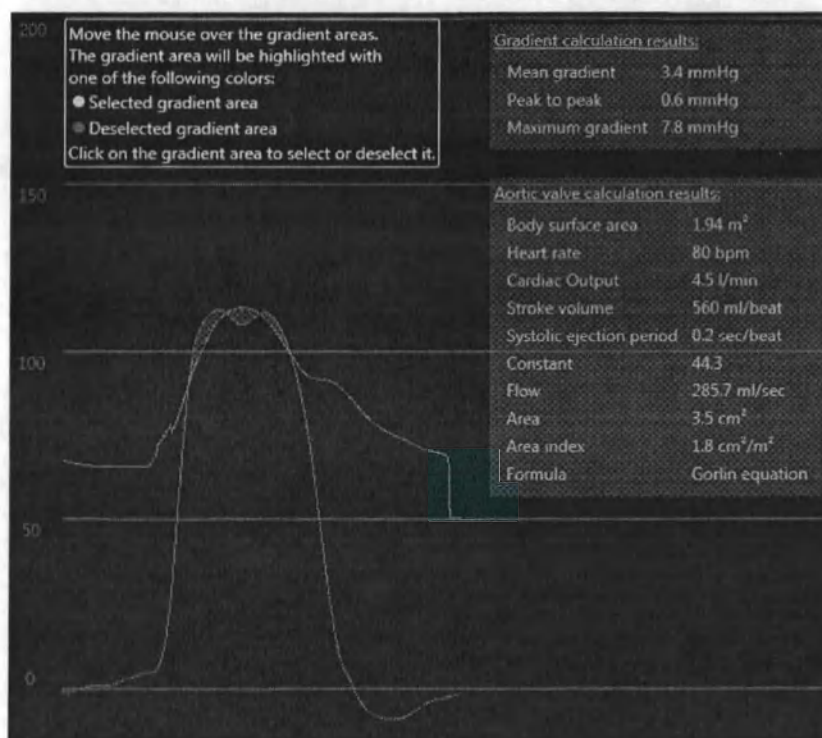

Рис. 9.26: Расчет примера градиента
- Использование этой функции позволит пользователю выбрать или отменить области градиента для включения или исключения в расчеты. Справочная информация приведена в примере (рис. 9.26).